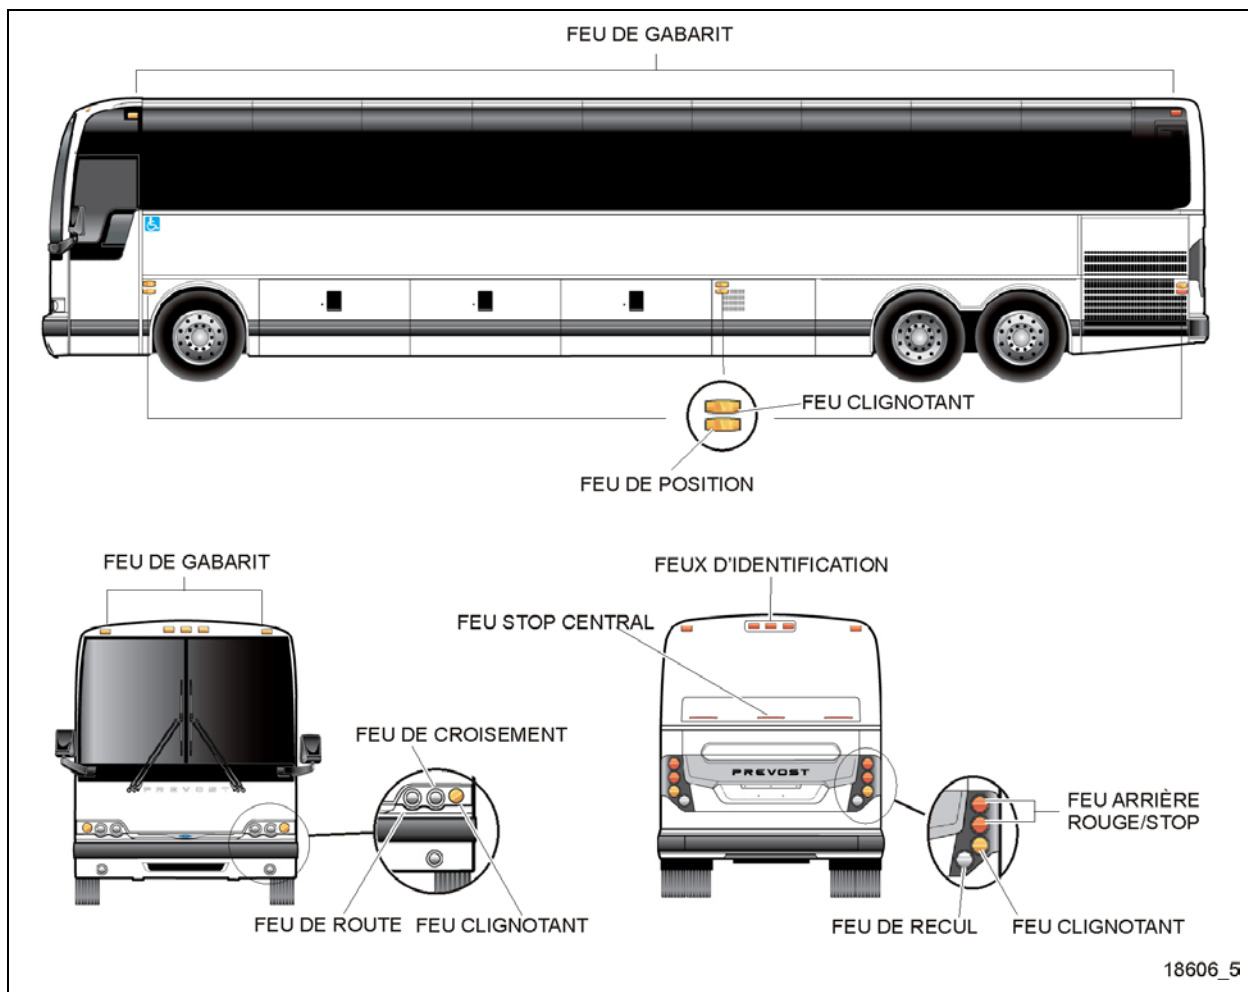

FIGURE 58 : EMPLACEMENT DES DIFFÉRENTS FEUX
3. Pour installer un nouveau commutateur, inverser la procédure (Figure 58).